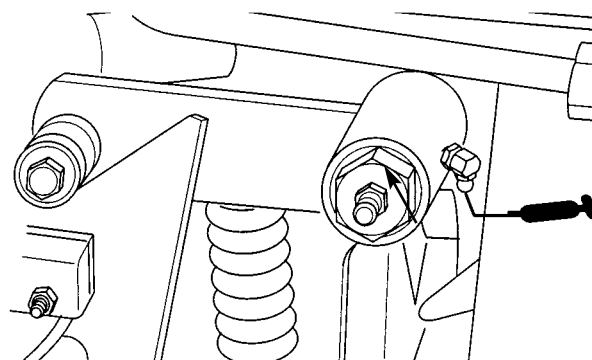
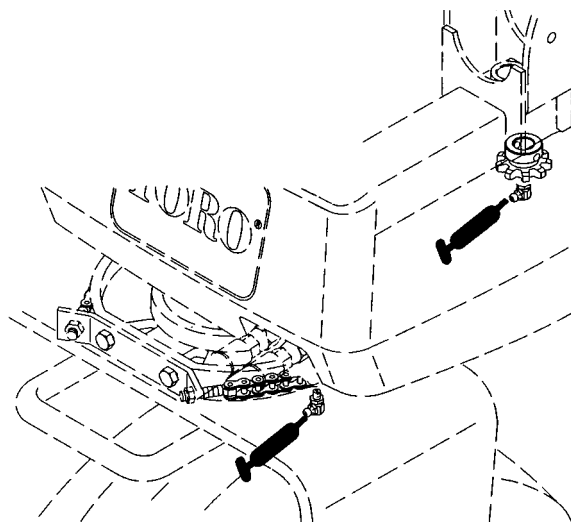
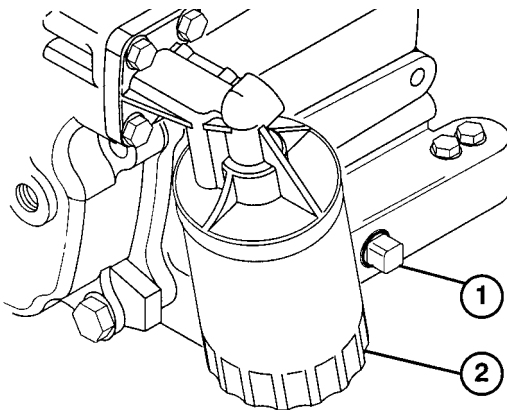

Bild 12
Bild 13
Bild 14
Die zu schmierenden Lager und Büchsen sind: Vorderradlager (Bild 12), Antriebsgestänge (Bild 13) und Lenkwelle (Bild 14).
**Hinweis:** Zum Zugriff auf die Schmiernippel am Lenkgestänge (Bild 13), die (3) Schrauben entfernen, mit denen die Seitenwand links an der Maschine abgesichert ist und die Wand entfernen.
**Hinweis:** Zum Zugriff auf die Lenkwellschmiernippel (Bild 14), die (4) Schrauben und Abstandsstücke entfernen, mit denen der Kraftstofftank an